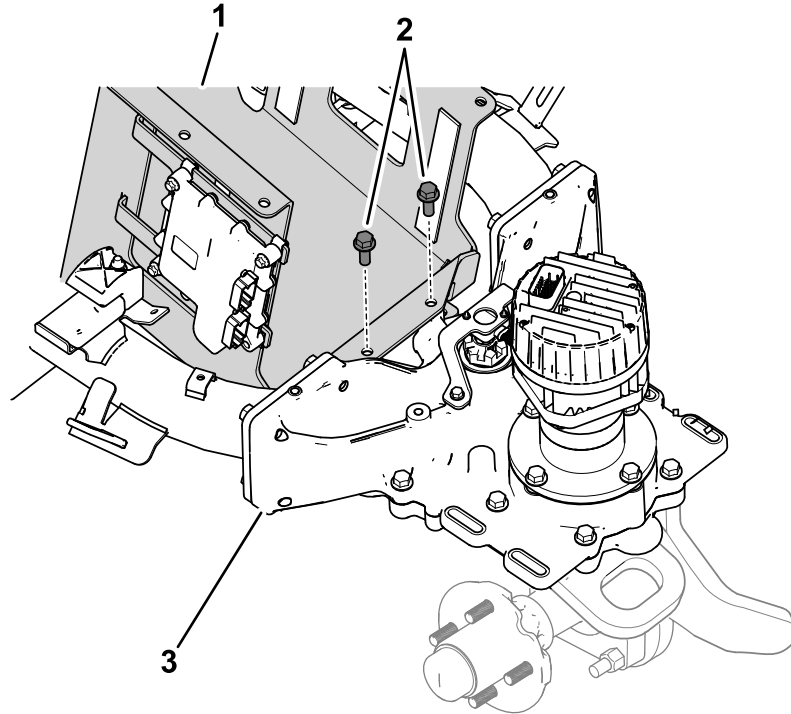

Figura 10
- Utilizzate 2 bulloni a testa flangiata ($\frac{3}{8}$ " x 1") per fissare la piastra di supporto superiore alla scatola sterzo (Figura 10).